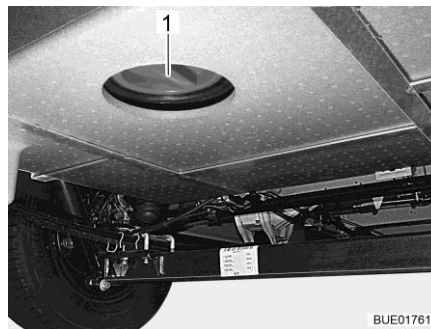

Fig. 304 Orificio de limpieza (depósito de aguas residuales)
- Abrir el orificio de limpieza (Fig. 304,1) del depósito de aguas residuales y la llave de desagüe.